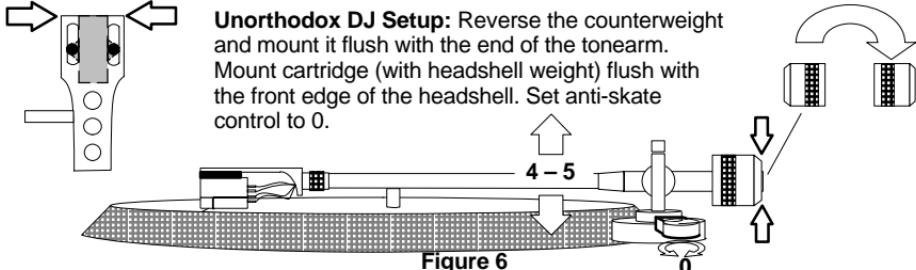

Figure 6
• **Unkonventionelle DJ-Einrichtung (Abbildung 6):** Das Gegengewicht umdrehen und bündig mit dem Ende des Tonarms anbringen. Den Tonabnehmer (mit dem Tonarmkopf) bündig mit der Vorderkante des Tonarmkopfs anbringen. Den Antiskating-Wert auf 0 einstellen.